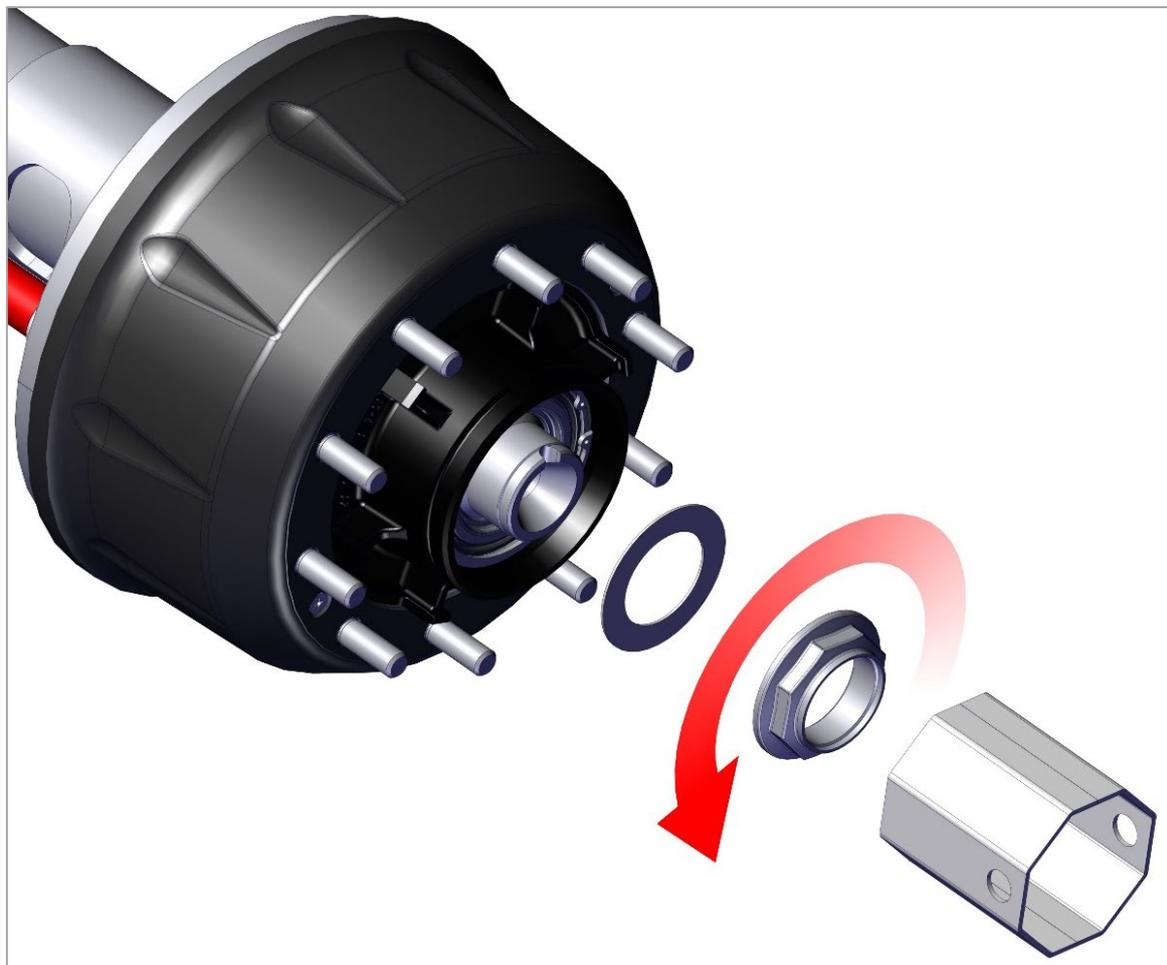

Рис. 5.1 Снятие гайки подшипников.
- 4) Отверните гайку подшипников ступицы и снимите упорную шайбу (Рис. 5.1).